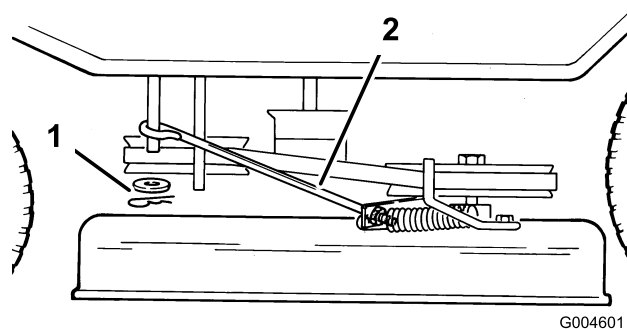

Figura 40
11. Togliete la coppiglia a forcina e la rondella dall'asta di regolazione dal lato sinistro del tosaerba (Figura 40).
17. Installate l'asta di comando della lama sull'asta di regolazione e serratela con la rondella e la coppiglia a forcina (Figura 40).